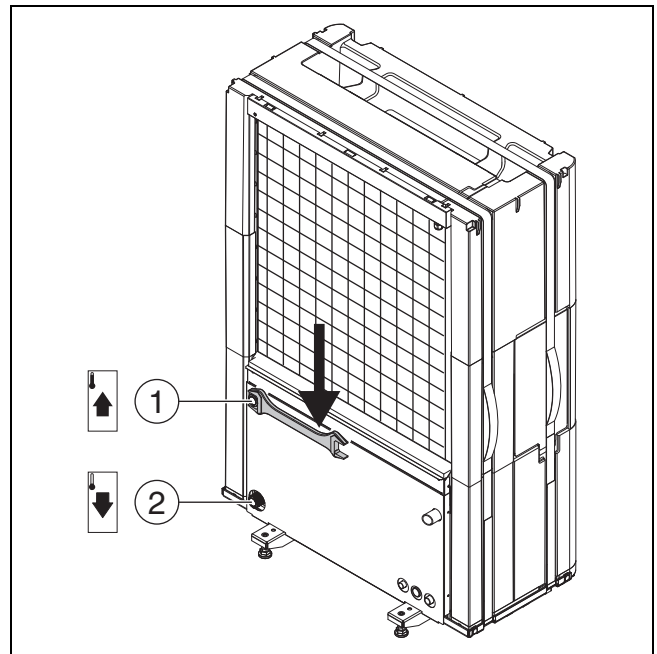

Bild 31 Anschlüsse der Wärmeträgerrohre, gültig für alle Größen
- ▶ Vorlauf zur Inneneinheit am Wärmeträgerausgang der Wärmepumpe anschließen (→ [1], Abb. 31).
- ▶ Rücklauf von der Inneneinheit am Wärmeträgereingang der Wärmepumpe anschließen (→ [2], Abb. 31).
- ▶ Anschlüsse der Wärmeträgerrohre mit einem Anzugsmoment von 120 Nm anziehen. Die Kraft nach unten richten (→ Abb. 31), um eine seitliche Belastung des Kondensators zu vermeiden. Wenn der Anschluss nicht richtig dichtet, kann die Verbindung mit einem Anzugsmoment von bis zu 150 Nm angezogen werden. Wenn der Anschluss nach wie vor nicht dicht ist, weist dies auf eine Beschädigung der Dichtung oder des angeschlossenen Rohrs hin.